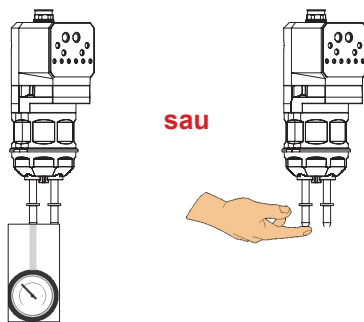

Figura 11 Opțiuni de verificare a vacuumului
- Deconectați tubulatura pentru pulbere de la pompă. Conectați un vacuummetru la fittingul pentru aspirație sau așezați degetul pe fitting, așa cum se prezintă în Figura 11.